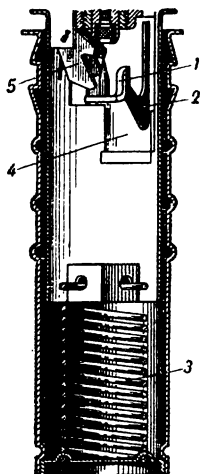

Рис. 7. Воспламеняющий механизм гранаты обр. 1933 г.
10. Воспламеняющий механизм гранаты (рис. 7) состоит из: боевой скобы с ударником, боевой пружины, вкладыша, предохранительной чеки и предохранителя запала.